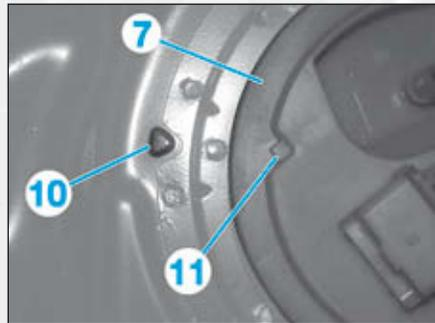

FIG.26
- Mettre l'ensemble aspiration/jauge à carburant (7) en position dans le réservoir en alignant le repère (10) au repère (11) (Fig.26).